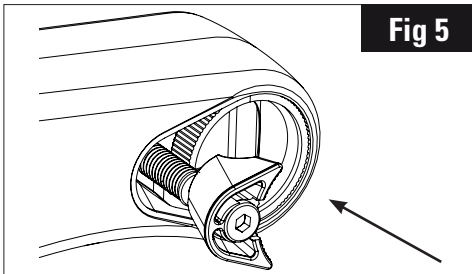

Fig 5
5. Passer l'ensemble tampon+vis dans son logement dans le corps de potence (3). (Fig 5)